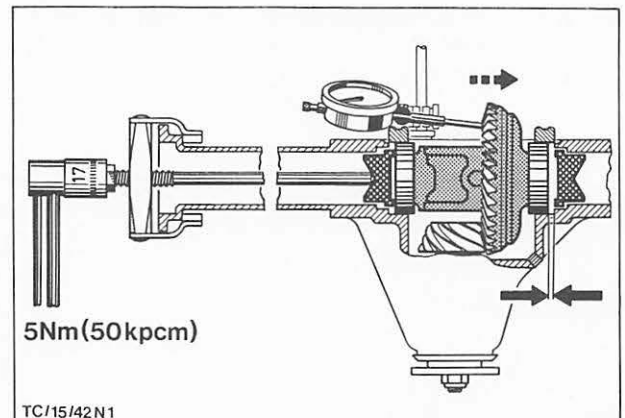

Abb. 90 Ausgleichgehäuse mit Druckspindel vom Antriebskegelrad wegdrücken. Meßuhrwert ablesen.
42. Jetzt die Meßuhr mit dem Taststift innen gegen den Tellerradbund setzen und Skala auf „0“ stellen, Abb. 89. Danach Druckspindel in das andere Achsrohr montieren und mit einem Anzugsdrehmoment von 5 Nm (50 kpcm) einschrauben. Meßuhrwert ablesen und notieren (z.B.: 0,64 mm). Abb. 90. Druckspindel, Ausgleichgetriebe und Druckstücke aus dem Achsgehäuse entfernen.